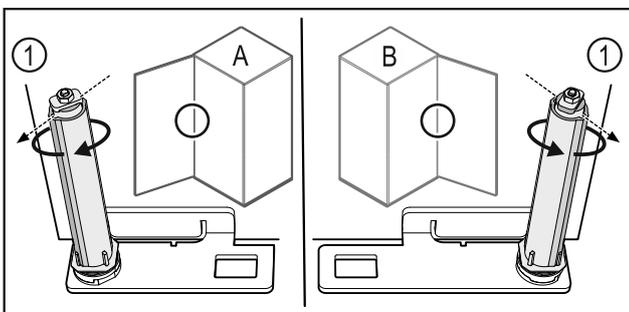

Fig. 56 Linksanschlag (A) / Rechtsanschlag (B)
- ▶ Schließsystem gegen den Widerstand drehen, bis der Steg des Schließsystems Fig. 56 (1) nach außen zeigt.